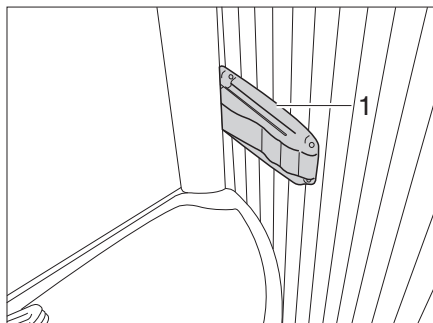

Bild 350 Vario-Toilette, Arretierung der Duschwand
- Arretierung (Bild 350,1) rechts am Waschbeckenrand eindrücken und am Waschbecken leicht ziehen. Das Waschbecken bewegt sich mit der Rückwand nach vorn.